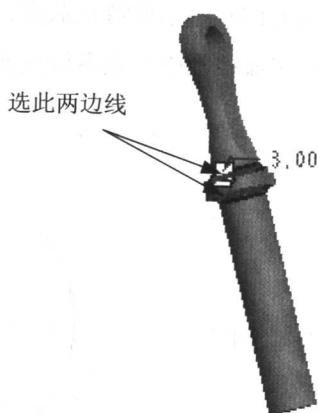

图 1.1.16
- (1) 选取特征的命令：选择 **Insert** →  (倒圆角) 命令。
- (2) 选取圆角的放置参照：在模型上选择图 1.1.16 所示的边线。
- (3) 给出圆角的半径值：在操控板中的圆角半径文本框中输入 3，并按回车键。